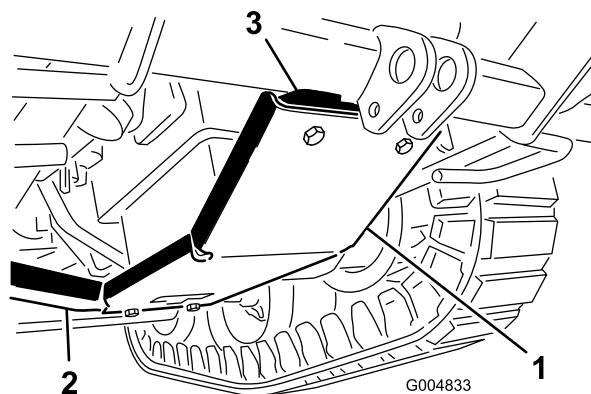

Figure 31
2. Montez le blindage (Figure 31) sur le cadre, sous le moteur comme suit :
- A. Montez l'avant du blindage sur la plaque de montage au moyen de 2 boulons à embase (3/8 x 1-3/4 po) et écrous à embase (3/8 po) (Figure 31).
- B. Montez l'arrière du blindage sur la traverse de cadre au moyen de 2 boulons (3/8 x 1 po) et écrous à embase (3/8 po) (Figure 31). Installez les boulons arrière par le haut.